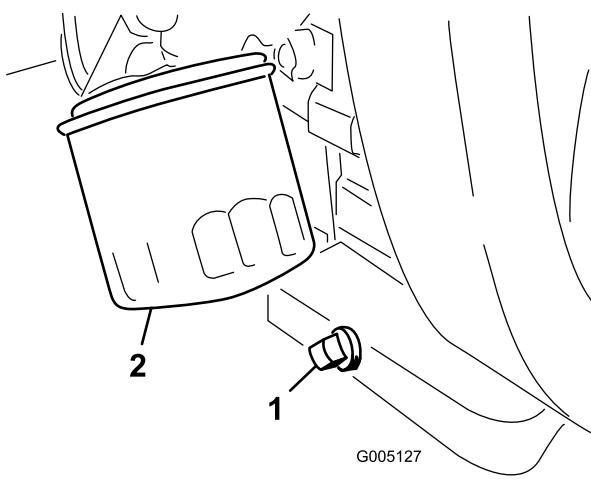

**Figura 48**
3. Se l'elemento in schiuma sintetica è sporco, rimuovetelo dall'elemento di carta (Figura 48). Pulitelo accuratamente, come indicato di seguito: